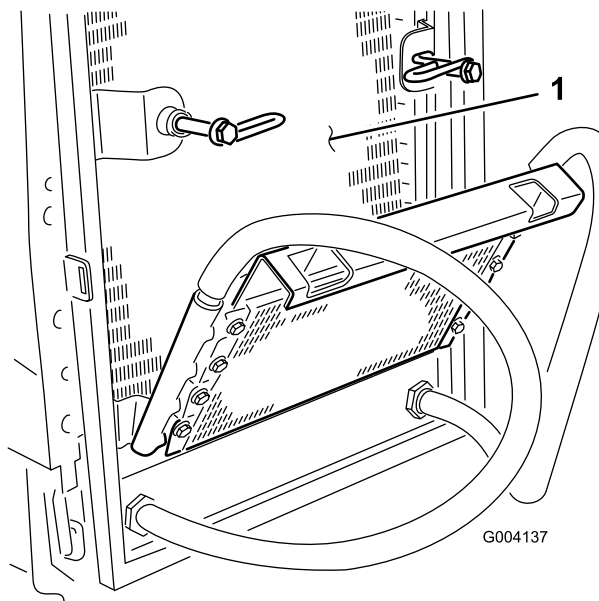

**Figura 102**
8. Limpie a fondo ambos lados del enfriador de aceite y del radiador (Figura 102) con aire comprimido.